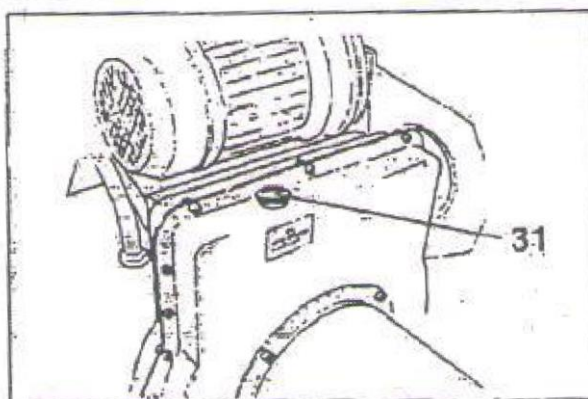

Рис. 8.4
- 4) Периодически проверять уровень масла в редукторе, когда кронштейн монтажной лапы полностью опущен (находится в конце хода). Для этого предусмотрено смотровое окно в корпусе редуктора. При необходимости следует заправить масло ТАД-17. Открутить крышку (31, рис. 8.4), залить масло и снова закрутить крышку.